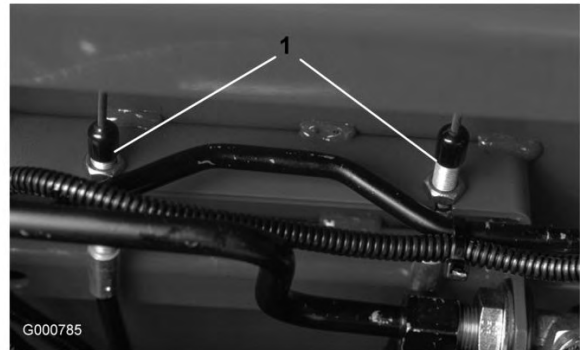

Figura 75
2. Para reducir la holgura de los pedales de freno, apriete los frenos aflojando la tuerca delantera del extremo roscado del cable de freno (Figura 75). Luego apriete la tuerca trasera para mover el cable hacia atrás hasta que los pedales de freno tengan una holgura de 1,25-2,5 cm. Apriete las tuercas delanteras una vez que los frenos estén ajustados correctamente.